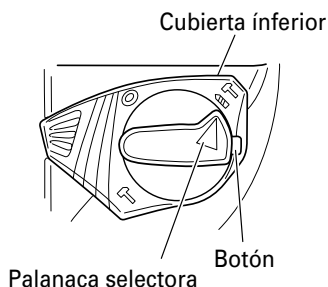

Fig. 6
- (1) Cambio a "rotación + martilleo"
- (b) Alinee la marca ▲ de la palanca selectora y  del sujetador de palanca, tal como se muestra en la Fig. 6.